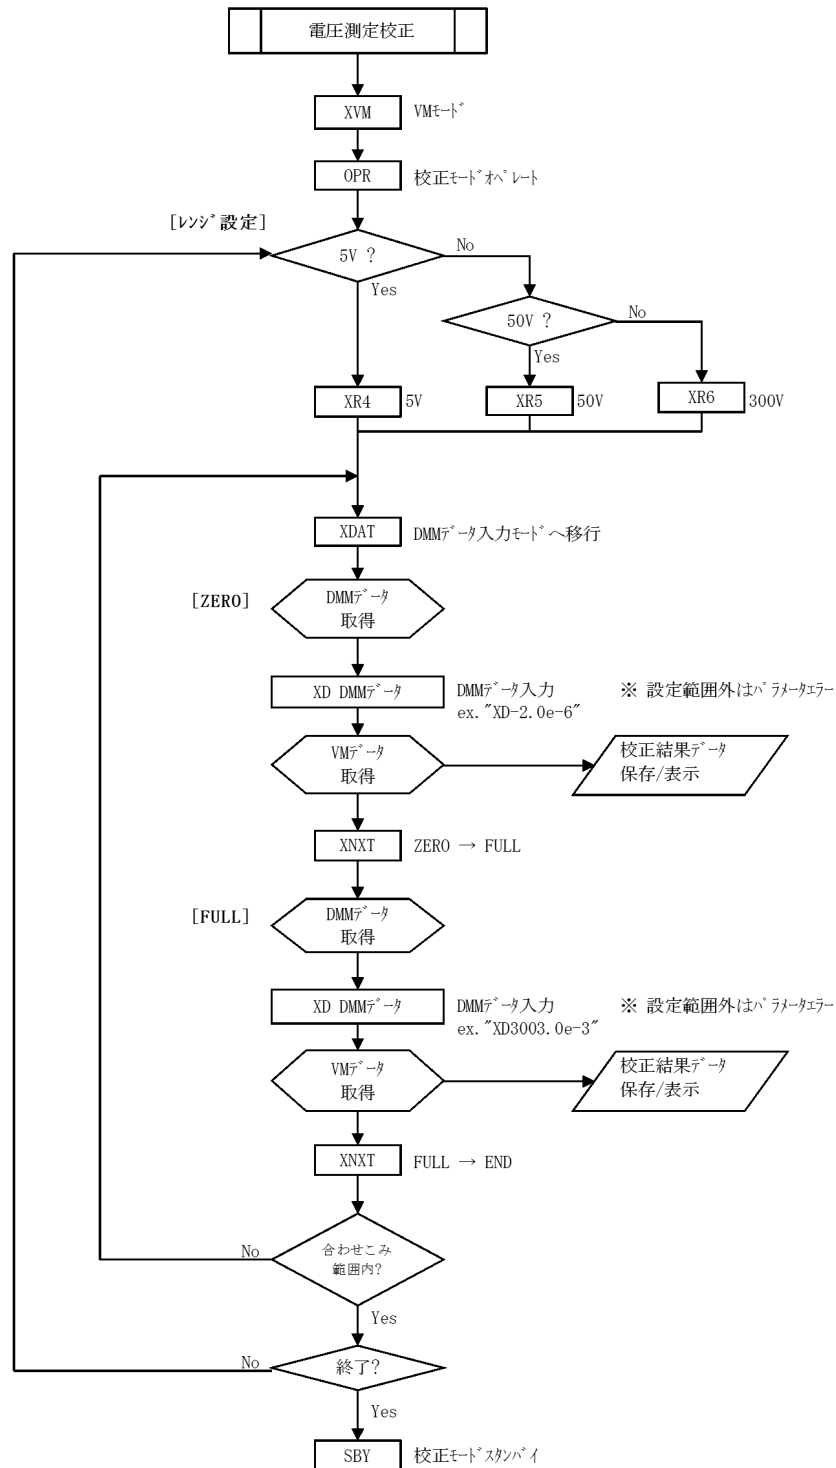

図 8-7 校正手順 (3)
電圧測定の校正手順を図 8-7 校正手順 (3) で説明します。